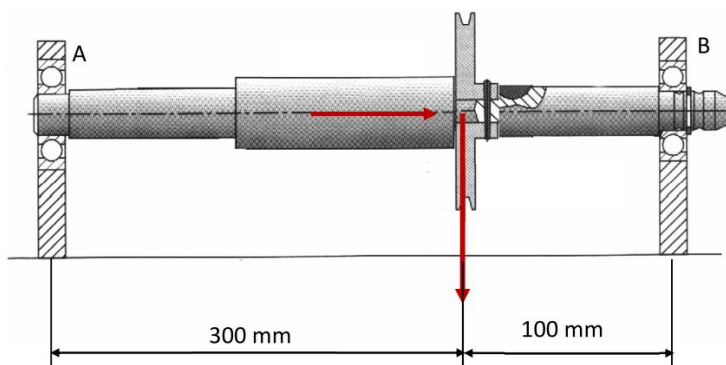

Figura 1.1
1.1.5 Pretende-se selecionar rolamentos rígidos de esferas para trabalhar nos apoios A e B do veio representado na Figura 1.1. O veio é acionado por uma polia de correias trapezoidais que roda a 300 rpm. A força transmitida ao veio é 4000 N e a duração pretendida para uma vida nominal de 4000 horas. Existe ainda uma força axial de 1200 N e o diâmetro do veio na zona dos apoios é 25 mm.